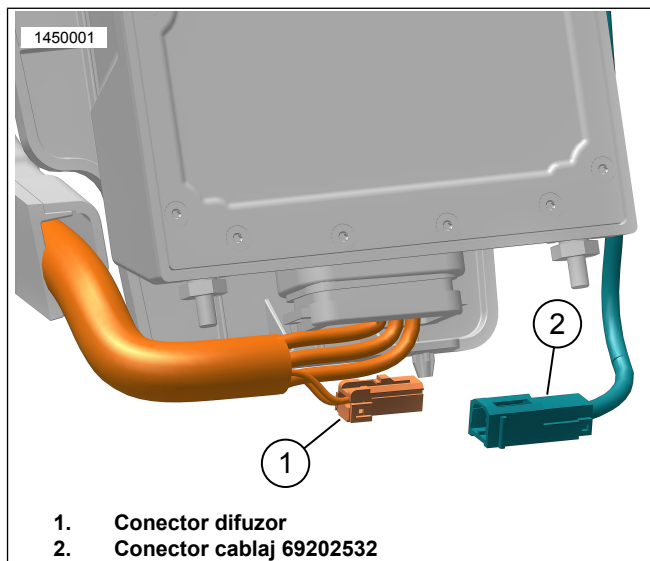

Figura 7. Conexiune difuzor desagă stânga, similar pentru desaga din dreapta
- b. Figura 7 Conectați conectorul cablajului (2) la conectorul difuzorului (1).